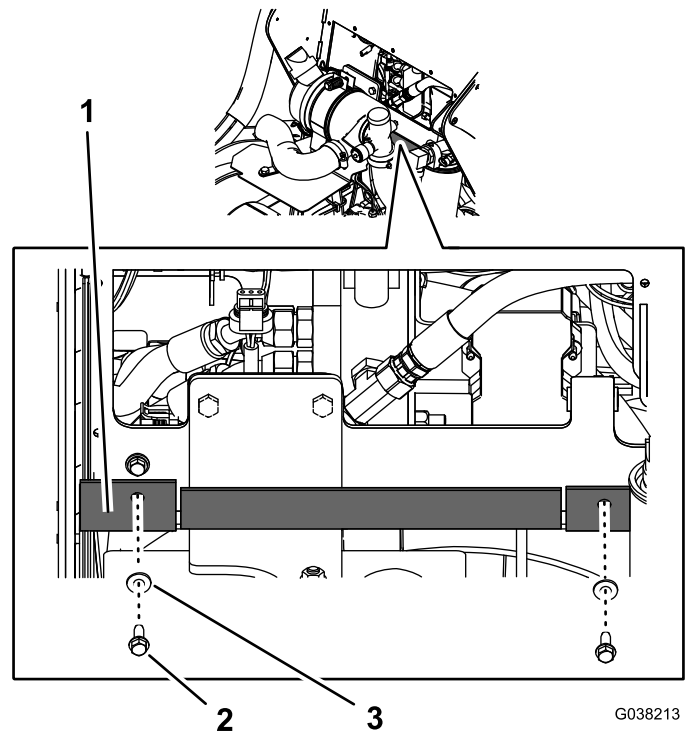

Рисунок 19
6. Установите 2 болта с двумя шайбами, чтобы прикрепить резиновую перегородку к машине (Рисунок 19).